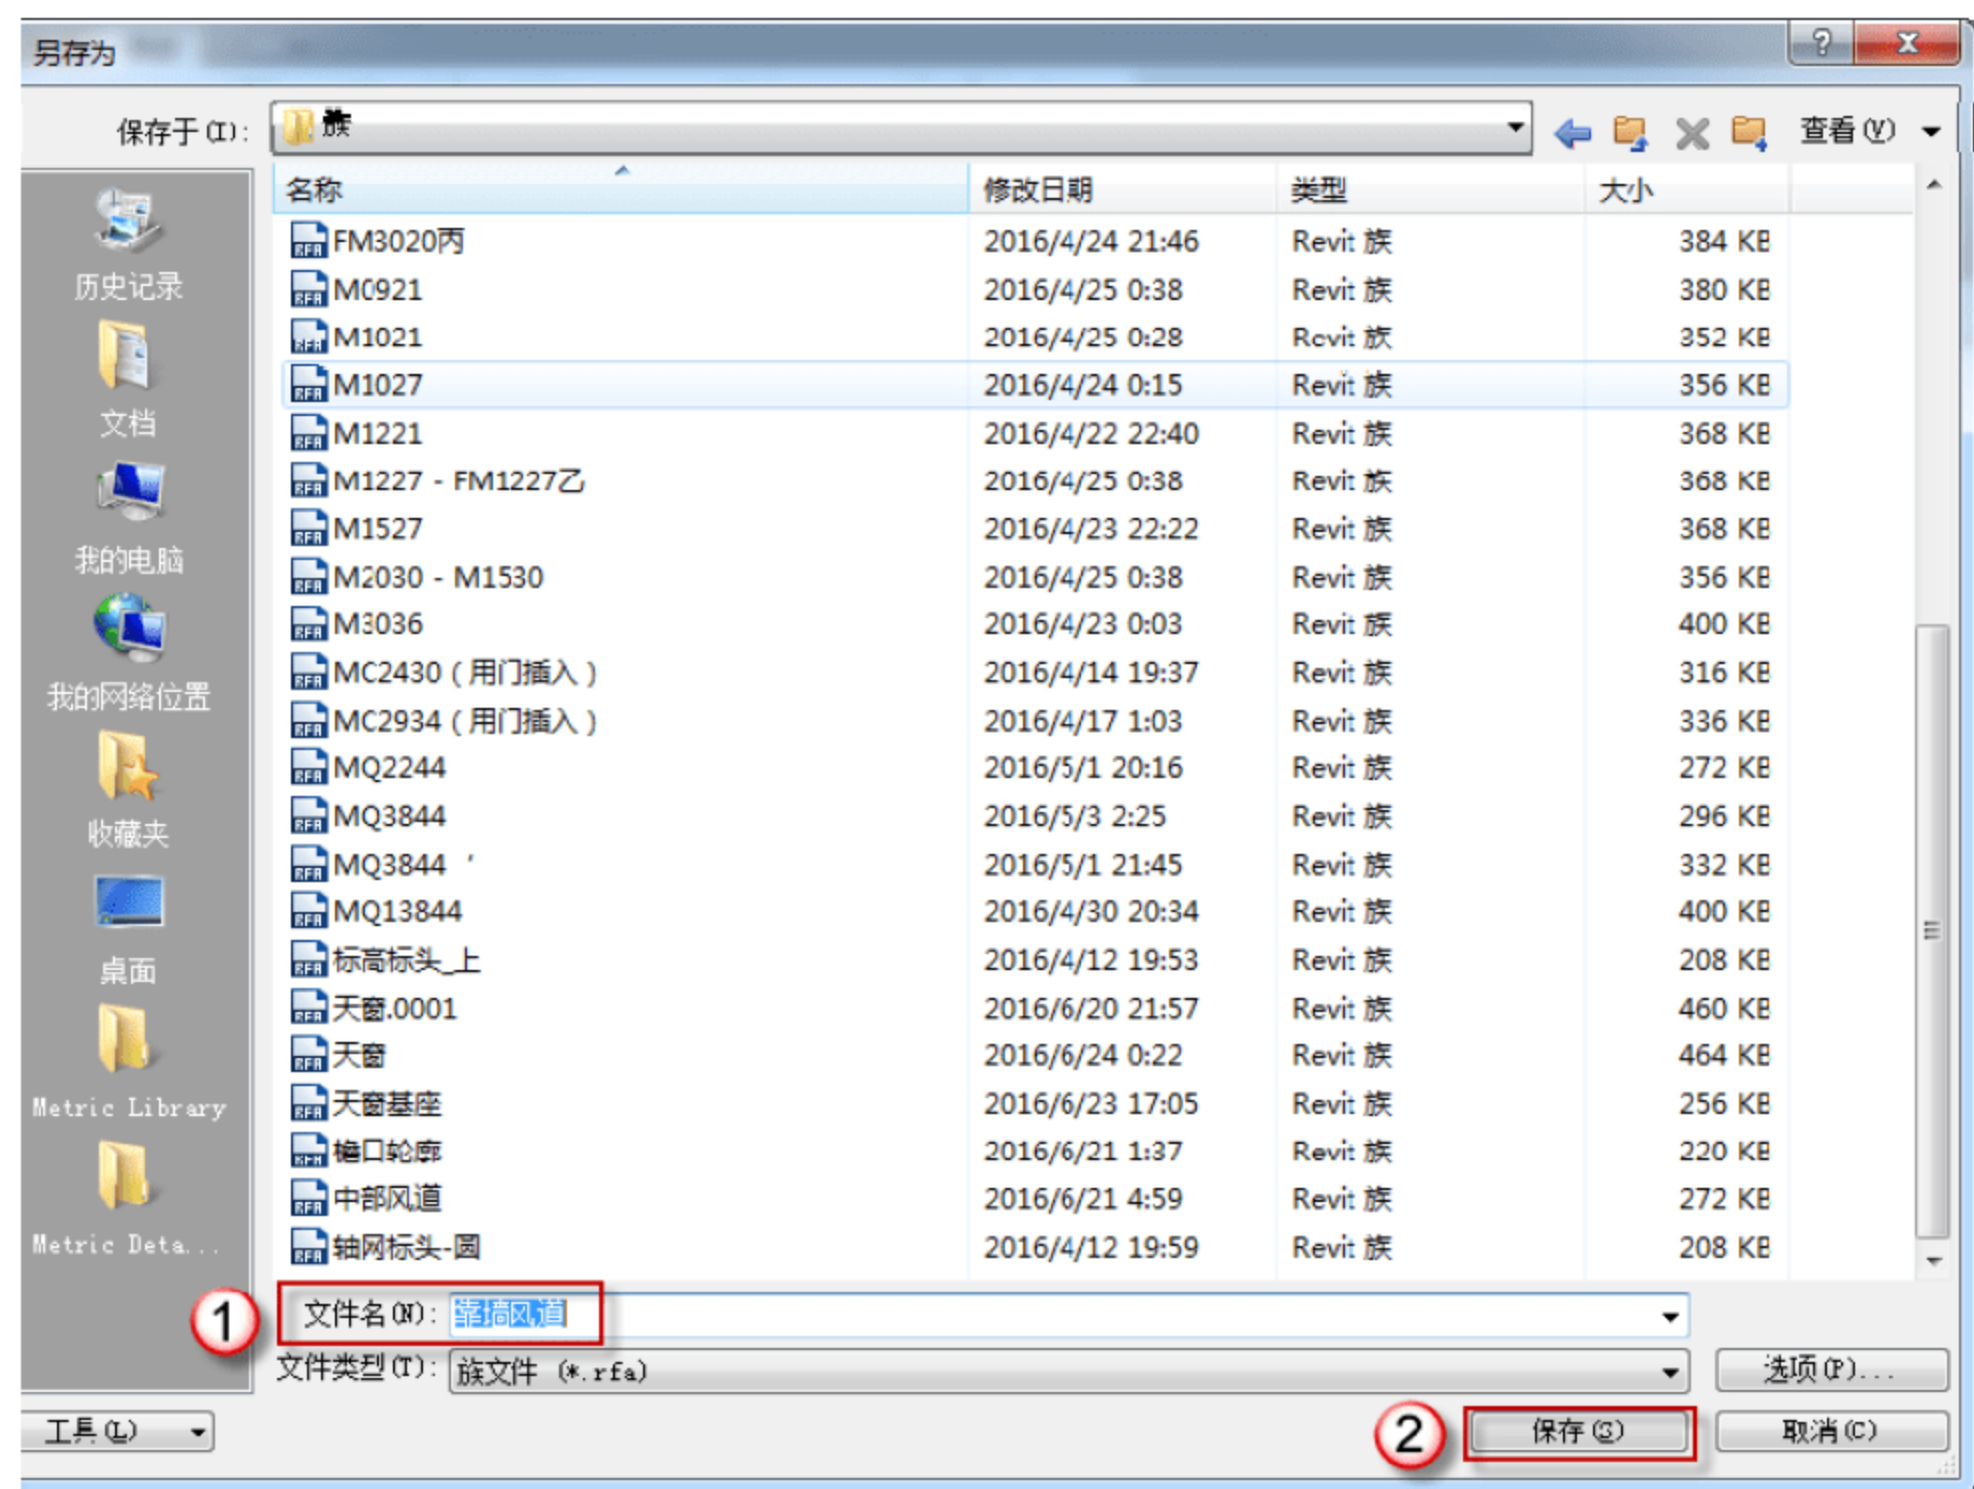

图 12.3.66 保存靠墙风道
(24) 保存靠墙风道。选择“程序”→“另存为”→“族”命令，进入“另存为”对话框，在“文件名”后输入“靠墙风道”字样，单击“保存”按钮，如图 12.3.66 所示。